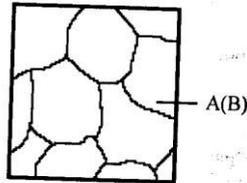

Рис. 18
**50. Микроструктура какого сплава представлена на рис. 18?**